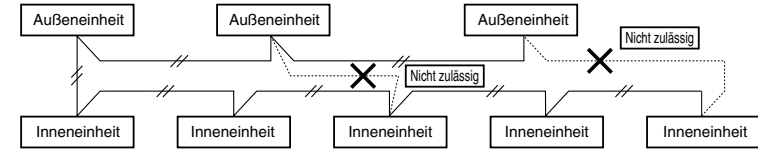

Abb. 4-1
(1) Wenn Außeneinheiten innerhalb eines Netzwerks verbunden werden sollen muss die am Kurzschlussstecker (CN072, 2-polig, schwarz; Position: untere rechte Ecke der Außeneinheits-Hauptleiterplatte) befindliche Klemme von allen Außeneinheiten abgeklemt werden, mit Ausnahme einer beliebigen Außeneinheit. (Bei Versand: kurzgeschlossen.) An Systemen ohne Verknüpfung (keine Kabelverbindung zwischen den Außeneinheiten) darf der Kurzschlussstecker nicht entfernt werden.
(2) Einheiten-Steuerverbindungskabel dürfen nicht so angeschlossen werden, dass eine Schleife gebildet wird. (Abb. 4-1)